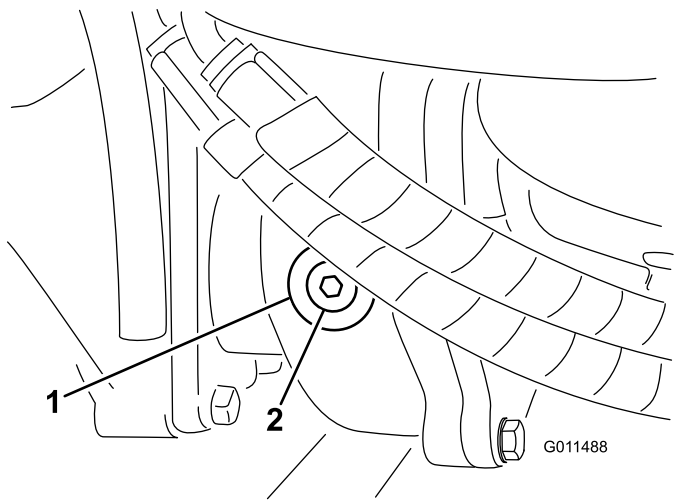

Figure 108
- Enlevez le bouchon de contrôle/remplissage du côté gauche du boîtier d'engrenages (Figure 108) et vérifiez que le lubrifiant atteint la base de l'orifice. Si le niveau est bas, ajoutez suffisamment de lubrifiant pour rectifier le niveau.